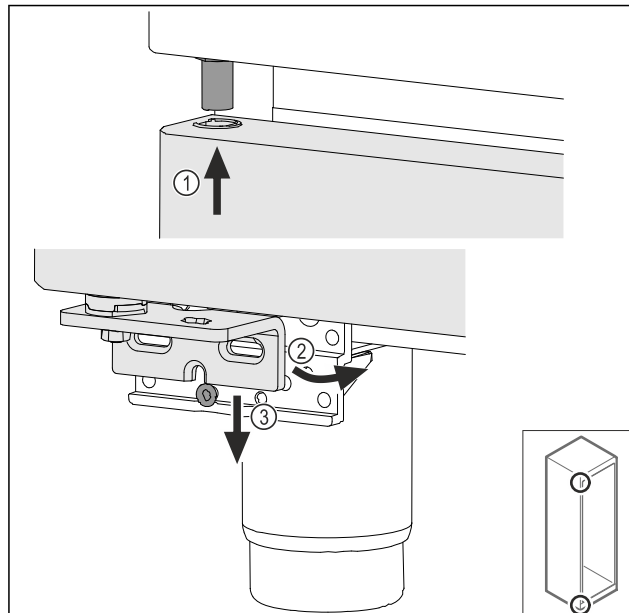

Fig. 70
- ▶ Enfiler la porte légèrement inclinée en haut Fig. 70 (1), redresser la porte Fig. 70 (2) et la poser en bas sur la vis du support de palier Fig. 70 (3).